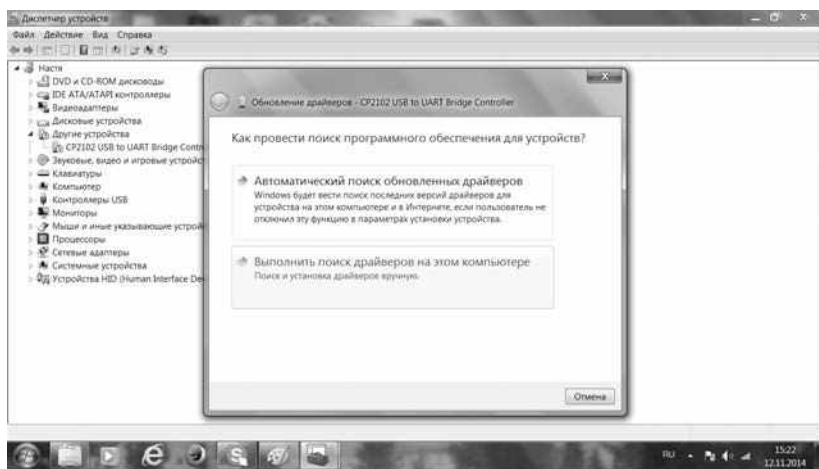

Рис. 6
3.5. В появившемся окне выбираем «Выполнить поиск драйверов на этом компьютере» (рис.6).